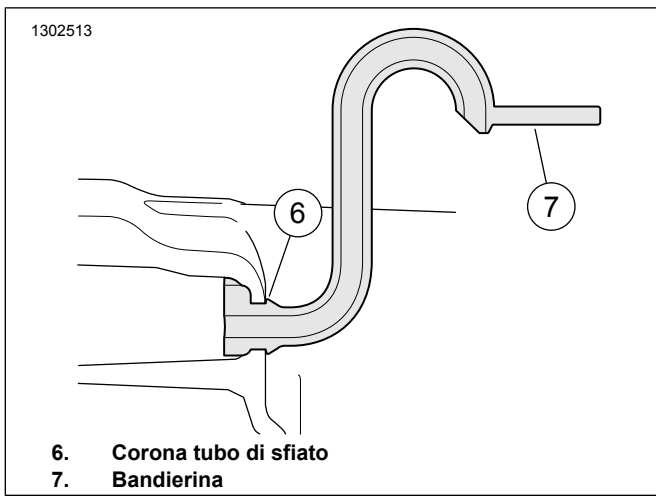

Figura 5. Vista in sezione del tubo flessibile di sfiato installato
- b. Vedere Figura 5 La corona del tubo di sfiato (6) deve protrudere dal carter della trasmissione ed essere bloccato in posizione.
- 4. Tagliare la bandiera (7) dal tubo flessibile di sfiato.